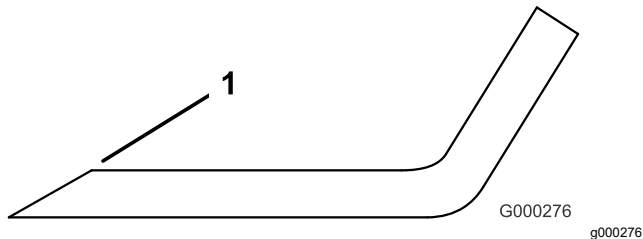

Figure 73
1. Au moyen d'une lime, aiguissez les tranchants aux deux extrémités de la lame (Figure 73).
**Remarque:** Si la lame est déséquilibrée, limez un peu l'extrémité de l'ailette seulement (Figure 73).